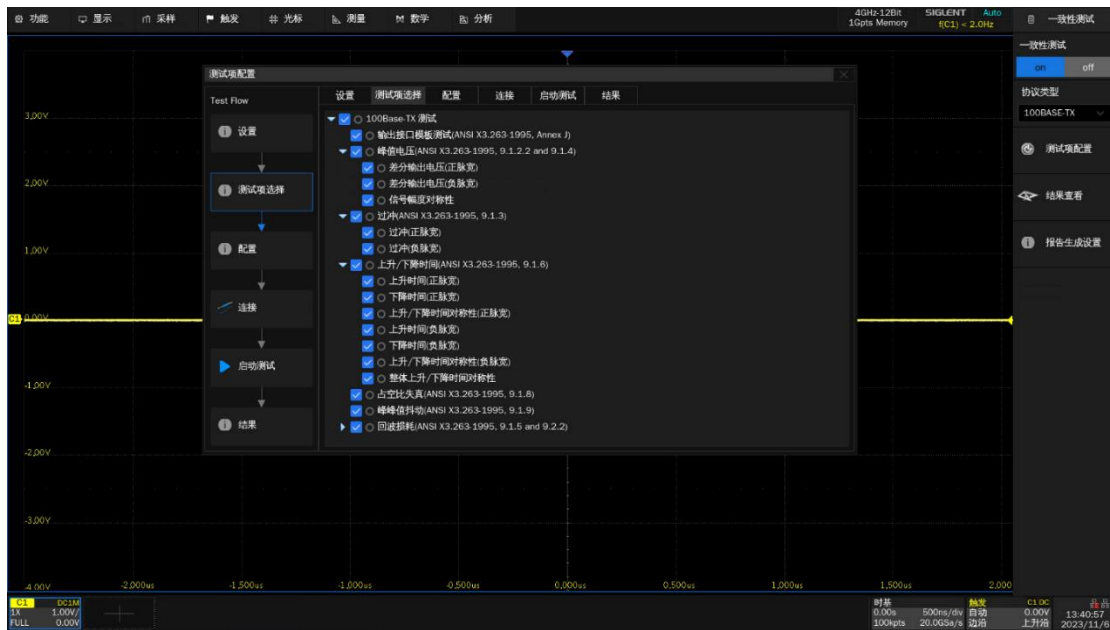

图 4-3 测试项选择窗口
- 测试项选择：在本栏目中选择需要测试的项目，如图 4-3 所示。